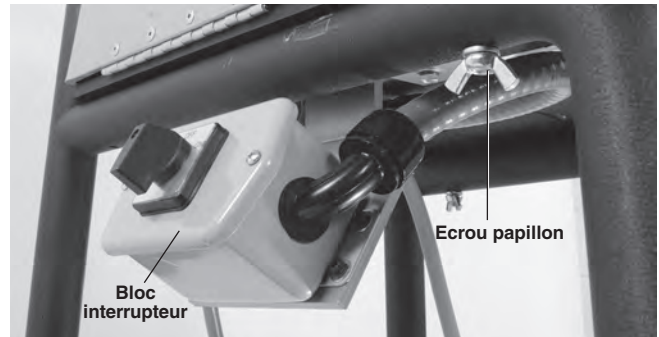

Figure 5 Montage de la rainureuse sur chariot
4. Montez l'ensemble rainureuse/embase sur le chariot à l'aide des quatre (4) boulons de  $\frac{3}{8}$ " – 16 x 2 $\frac{1}{2}$ ", rondelles et écrous papillon fournis (Figure 5). Positionnez délicatement le bloc interrupteur sous le rail du chariot. Il sera peut-être nécessaire de bouger les jambes du chariot pour aligner l'embase.